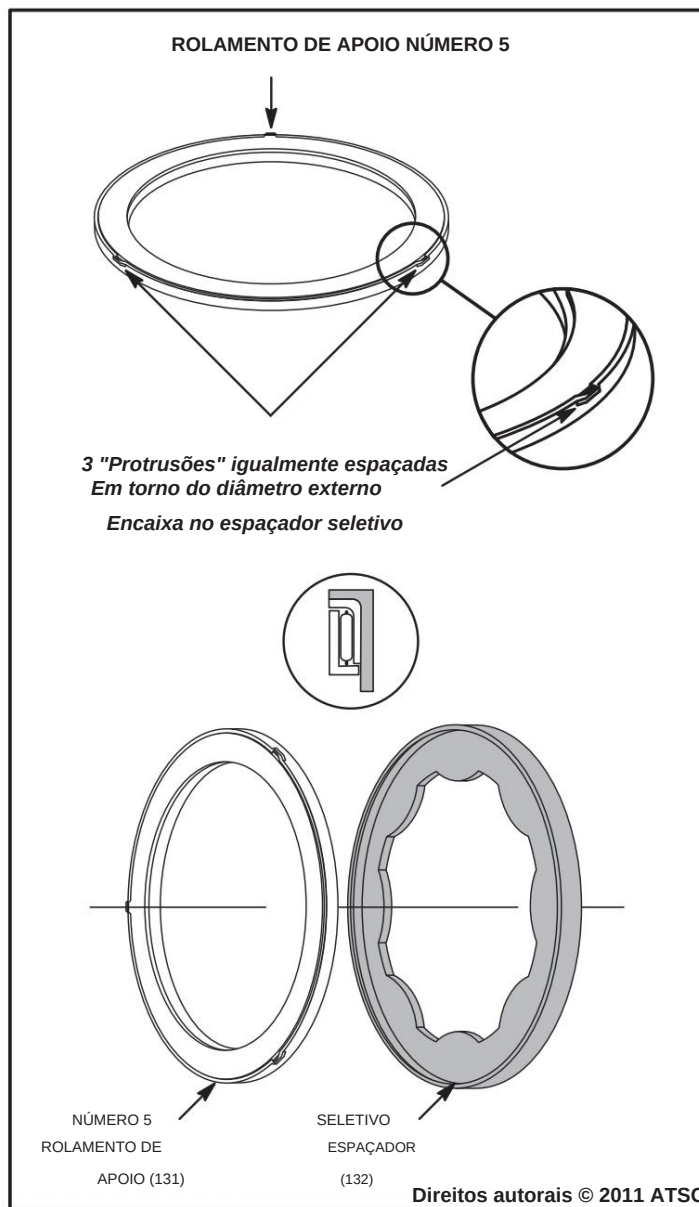

Figura 107
49. O rolamento de encosto número 5 é equipado com um espaçador seletivo que se encaixa no rolamento, conforme mostrado na Figura 107, e é usado para ajustar a folga final da transmissão dianteira.